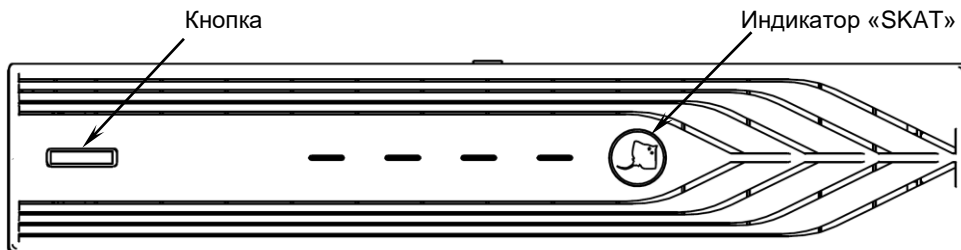
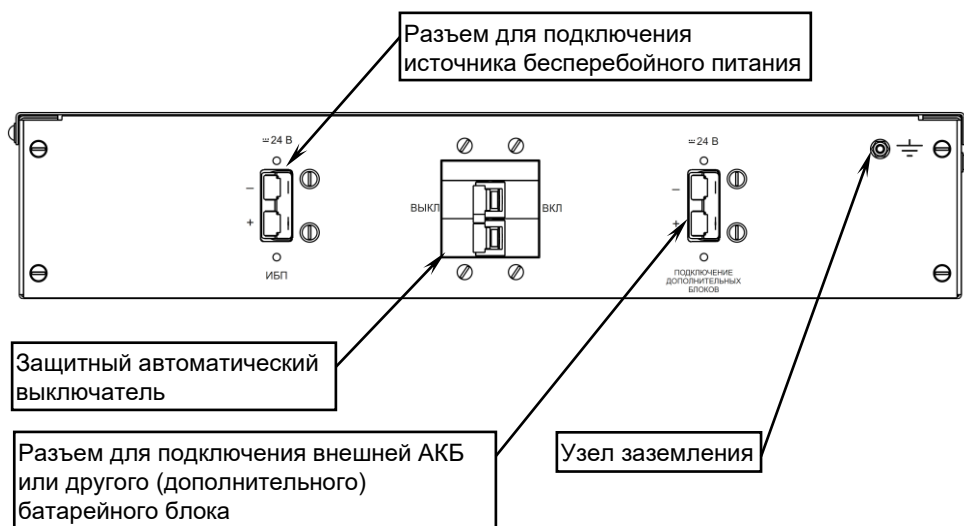

Рисунок 1 – Общий вид передней панели изделия.
Рисунок 2 – Общий вид задней панели изделия со снятыми заглушками разъемов
**Изделие выполнено** в металлическом корпусе с перфорированной пластиковой передней панелью, на которой расположены кнопка и светодиодный индикатор (рисунок 1).
Для проверки АКБ следует нажать на кнопку и контролировать свечение светодиодного индикатора (см. рисунок 1).
Соедините винт заземления изделия (см. рисунок 2) с контуром заземления телекоммуникационного шкафа перемычкой заземления (перемычка в комплект поставки не входит). Снимите защитные заглушки с разъемов на задней панели.
Перед проведением монтажа изделия нажмите кнопку на передней панели изделия, убедитесь в свечении светодиодного индикатора (см. рисунок 1).
Переключите защитный автоматический выключатель изделия во включенное положение. Убедитесь в свечении светодиодного индикатора «SKAT» (см. рисунок 1 и рисунок 2).
Если изделие не используется в течении длительного времени, защитный автоматический выключатель (см. рисунок 2) следует отключить. Кроме того, изделие необходимо подключать к ИБП, подключенному к питающей сети каждые 4 - 6 месяцев (в странах с жарким климатом – каждые 2 месяца) и не менее, чем на 12 часов.